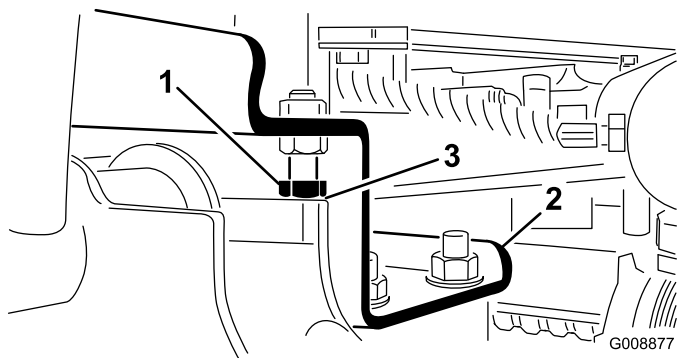

图26
- 拧松止动螺栓、调整油缸以获得所需间隙（图26）。
2. 检查并确保各个提升臂与止动螺栓之间的间隙介于 0.13~1.02mm 之间（图26）。